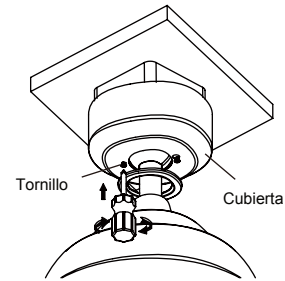

Fig. 18
**Paso 2.** Vuelva a instalar el tornillo de hombro que se quitó previamente en la página 8 paso 2, a continuación, vuelva a apretar dos tornillos de hombro de forma segura. (Fig.18)